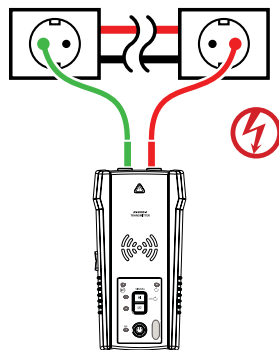

Figura 3.1a
2. Ligue o cabo de teste vermelho ao cabo de corrente/fase com eletricidade (do lado da carga no sistema). O sinal APENAS será transmitido entre o lado da carga ao qual o transmissor está ligado e a fonte de alimentação (ver figura 3.1a).